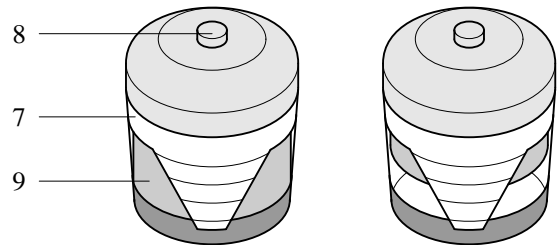

Fig. 5.3 Vacuumindikator
1. Løsn låseklemmerne (1) og tag støvdskilleren (2) ud. Rens udskilleren.
2. Tag elementet (4) ud af filterbeskyttelsen (5).
5. Nulstil vacuumindikatoren (fig. 5.3).